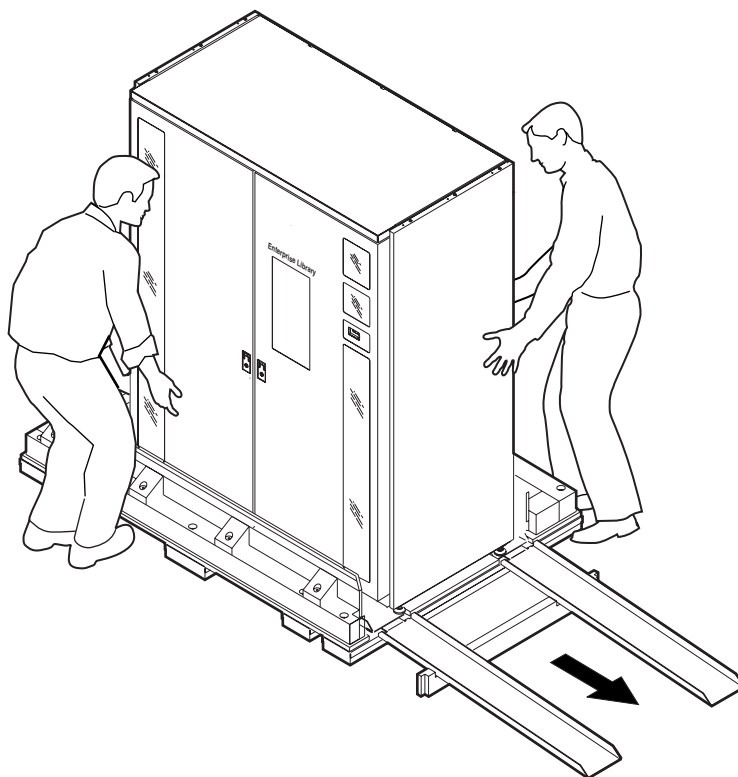

Figura 4-13: Scorrimento della libreria lungo la rampa
7. Con l'aiuto di un'altra persona, fare scivolare lentamente verso il basso la libreria di nastri lungo la rampa (vedere la Figura 4-13). Tenere sotto controllo la velocità durante la discesa.